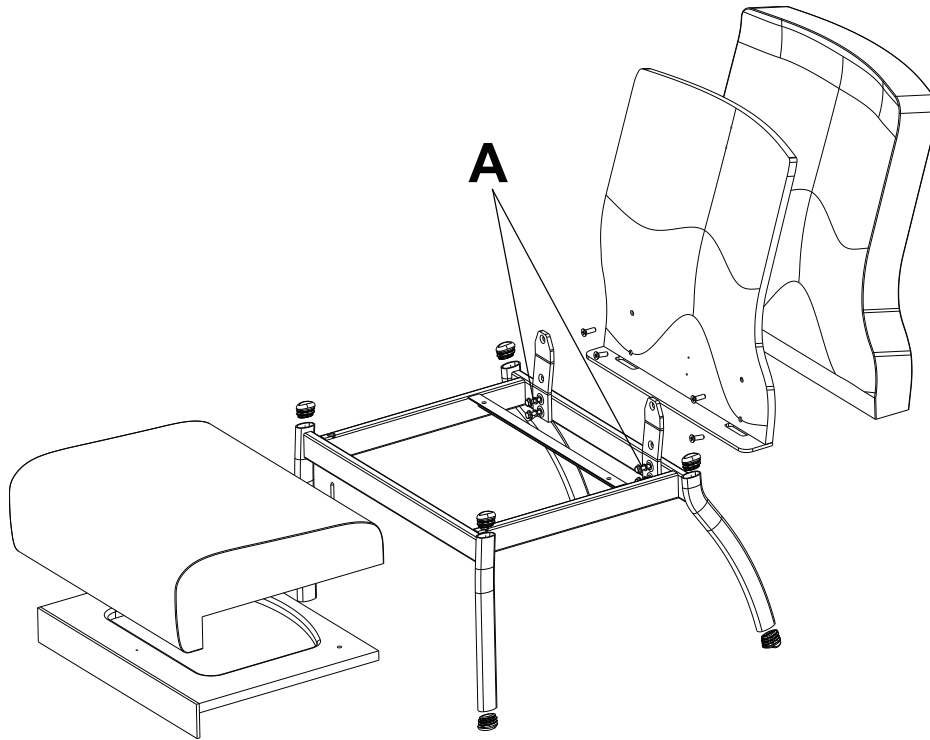

Figure 4 – Remplacement du coussin de dossier
3. À l'aide d'une clé mixte de 11 mm, retirer les quatre boulons et rondelles (A) qui fixent le coussin de dossier au châssis (Figure 4). Retirer et jeter le coussin de dossier. Conserver les boulons et les rondelles.